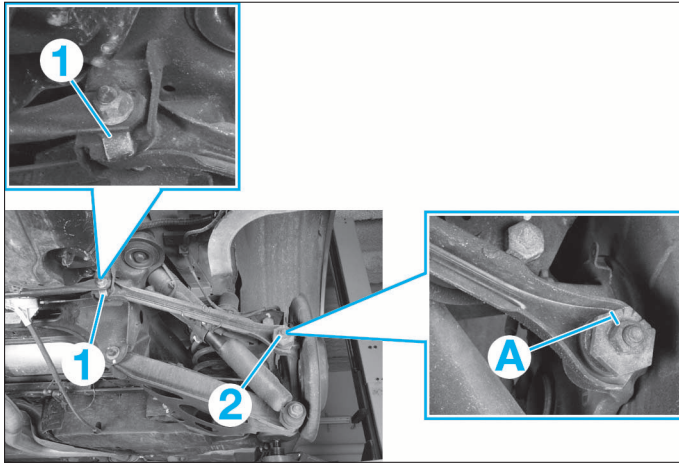

FIG. 11
Afin de faciliter les réglages, il est conseillé de lubrifier les excentriques (2) et les leviers (1) (Fig.11).
- les excentriques (2) : repère (A) dirigé vers le haut.
- les leviers (1) : positionner verticalement.